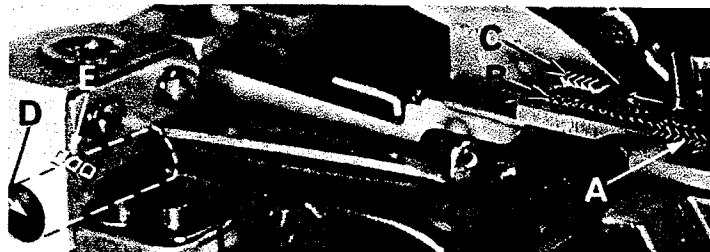

Fig. 12
Jetzt werden Differential-(vorderen) Transporteur (A, Fig. 12) Haupttransporteur (B) (hinteren) und der Ketteltransporteur (C) eingebaut. Stelle bei den Klassen 39500 QA, RS, TE und TD alle drei Transporteure (A, B, C, Fig. 12) so ein, daß ihre Oberflächen in einer Ebene liegen. Das kann durch Auflegen eines Lineals über die Zähne überprüft werden. Es müssen die Transporteure durch Drehen der exzentrischen Achse (D) mit der Oberfläche der Stichplatte in eine Ebene gebracht werden. Die Achse (D) hebt oder senkt das hintere Ende der beiden Transporteurträger zur gleichen Zeit.
Now assemble differential (front) feed dog (A, Fig. 12), if not already in place, main (back) feed dog (B) and chaining feed dog (C). On Styles 39500 QA, RS, TE and TD, set all three feed dogs (A, B, C, Fig. 12) so the top surfaces of teeth all lay in the same plane. This can be checked by sighting across teeth with a straight edge. Now assemble throat plate. Feed dogs should now be leveled with throat plate surface by rotating feed tilting adjusting pin (D). This pin raises or lowers the back end of both feed bars at the same time.